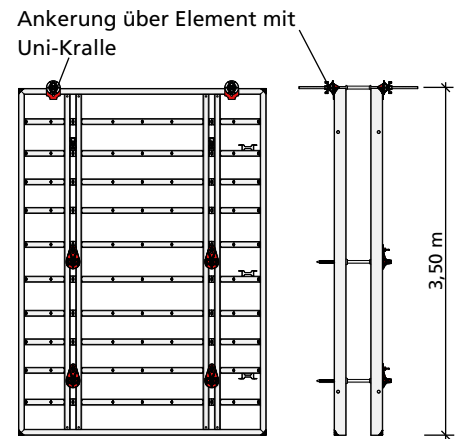

Abb. 68.2
■ Bis 3,50 m Betonierhöhe kann die oberste Ankerstelle durch eine über dem Element angebrachte Uni-Kralle ersetzt werden (Abb. 68.2).